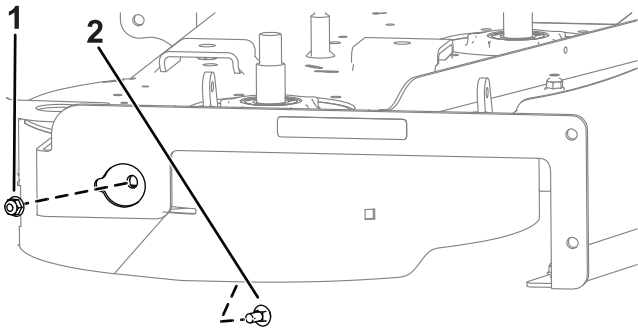

図 3
2. 右側バツフルの右側を固定するキャリッジボルト 5/16 x 3/4" 1 本とナット 5/16" 1 個を使用して **図 3** のように取り付ける。